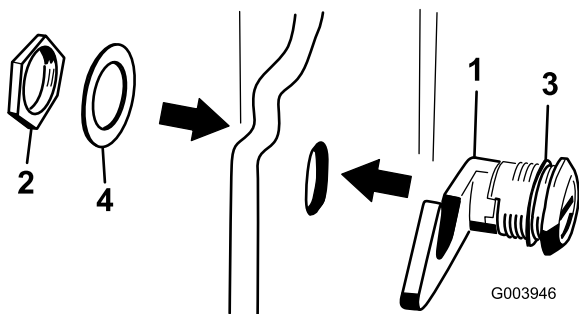

図 18
3. フードラッチ・アセンブリからナットを取り外す（図 18）。